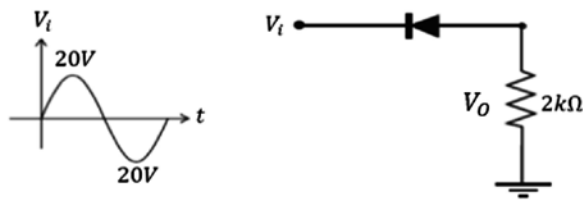

Figura 3.53 Ejercicio con señal AC señal de entrada. Fuente: Elaboración propia
b) Dibuje V_o para la entrada que se indica en la figura 3.53.